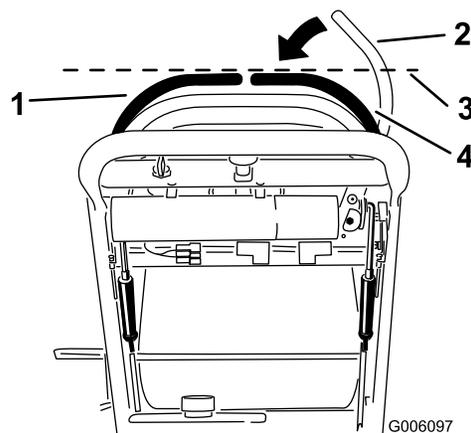

Figura 54
3. Empuje la palanca de control de movimiento de la derecha hacia abajo, sacándola de la posición de bloqueo/punto muerto (Figura 54).
4. Compruebe su alineación horizontal con la palanca de control de movimiento izquierda (Figura 54).